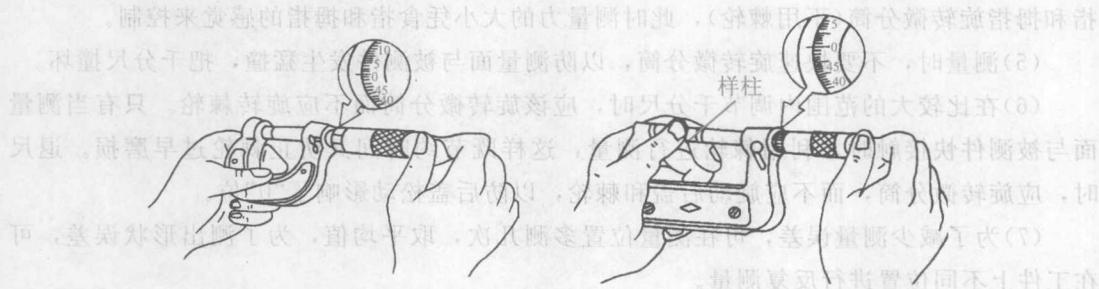

图1-15 千分尺的校验
(2)测量前, 千分尺的测量面和零件的被测表面应擦拭干净, 以保证测量准确, 并检查千分尺零位的准确性, 如图1-15所示。除 $0\sim 25\text{mm}$ 的千分尺可直接校验外(图1-15(a)),  $25\sim 50\text{mm}$ 的千分尺可用标准样柱校验(图1-15(b)), 如未对准零位, 可用扳手校准。